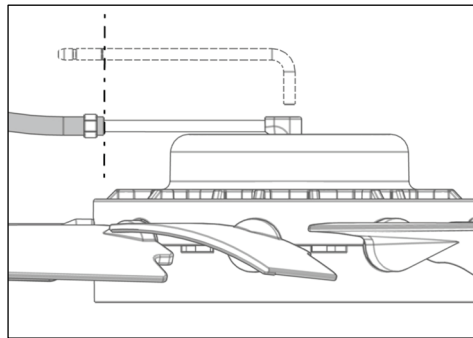

Fig. 19
- 9) Deslice la manguera de presión por el tubo de entrada de aire hasta la marca (25 mm / 0,984") (Fig. 19).